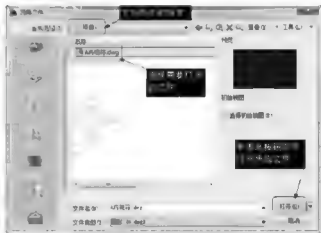

图 2-29
**步骤2:** 在【选择文件】对话框中单选需要打开的文件, 如图 2-29 所示, 单击 **打开(O)** 按钮, 即可将所选择的文件打开。